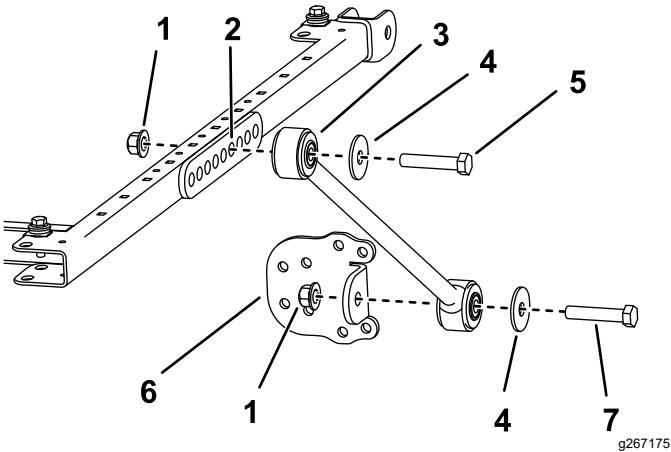

Bild 27
Loch der Strebenbefestigung, wie in Bild 27 abgebildet.
12. Befestigen Sie eine Strebenhalterung mit einer Schraube ($\frac{1}{2}$ " x $2\frac{1}{2}$ "), einer Scheibe ($\frac{1}{2}$ "") und einer Bundmutter ($\frac{1}{2}$ "") an jeder Strebe, wie in Bild 27 abgebildet.